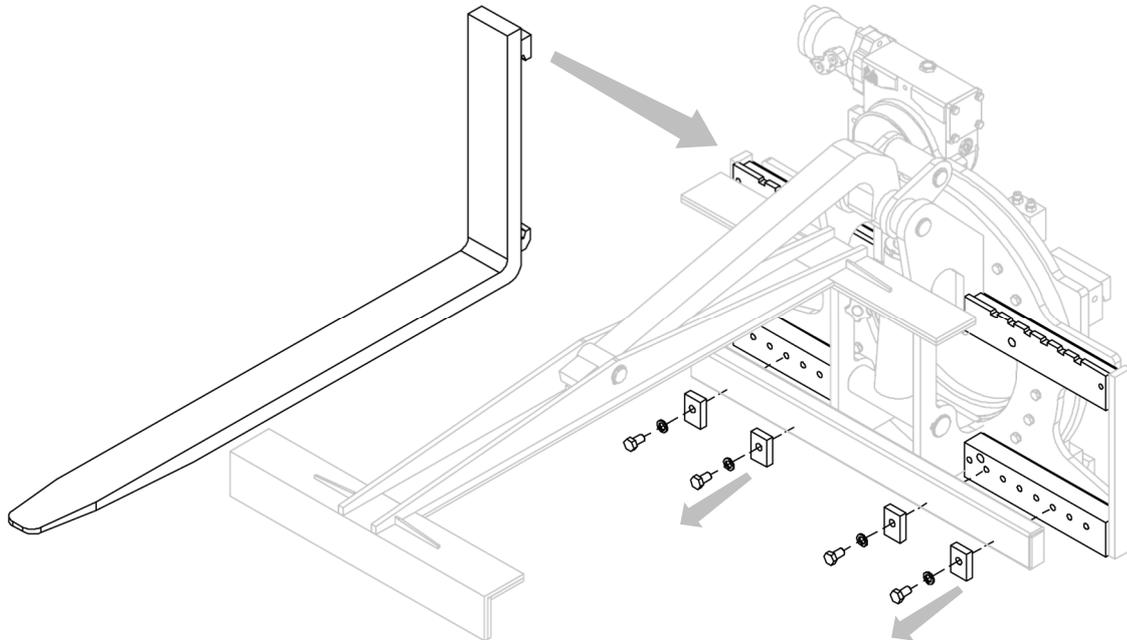

Figure 11
1. Appliquer les fourches dans la position souhaitée après avoir dévissé les butées de fourche (voir Figure 11).